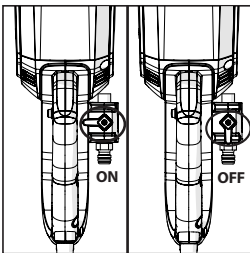

FIG. 6c
- Ouvrez le robinet d'eau pour alimenter la lame en eau. Le débit peut être ajusté grâce au robinet d'eau sur la scie. (Fig. 6c)
- Après avoir terminé la coupe, éteignez la machine, fermez le robinet d'eau (3) pour arrêter l'écoulement de l'eau vers la lame.